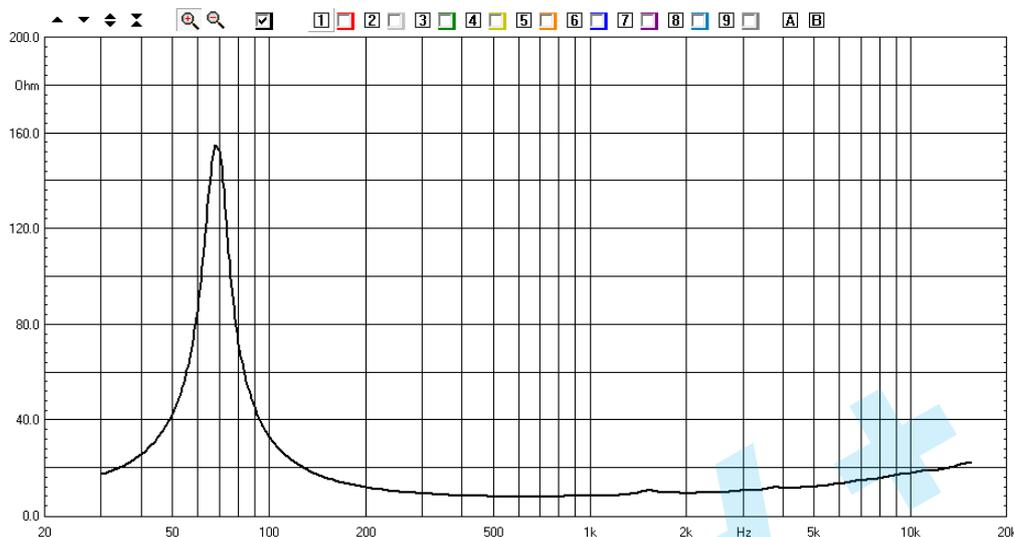

图10-12
-30dBV 或 -40dBV 为 ISense 模式测量阻抗的最佳侦测灵敏度。按键盘的 G 键测量结果如图10-12。